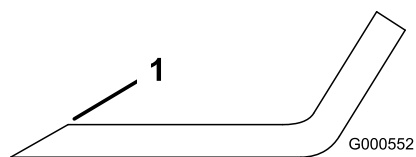

Figure 50
1. Au moyen d'une lime, aiguissez les tranchants à chaque bout de la lame (Figure 50).
- Remarque:** Si la lame est déséquilibrée, limez un peu l'extrémité de la partie relevée seulement (Figure 50).